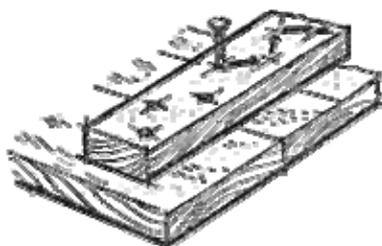

Рис. 4.
Если необходимо забить несколько гвоздей, то, чтобы заготовка не расщепилась, надо вбивать их не по прямой, а в шахматном порядке в два или в три ряда (рис. 4).
3. Своеобразный дюбель (если нет фабричного) можно сделать из двухжильного электропровода в хлорвиниловой изоляции. Согните кусок провода петлей (рис. 4), замуруйте в лунку, а свободные концы срежьте заподлицо со стеклой. В такой дюбель можно ввинчивать шуруп.